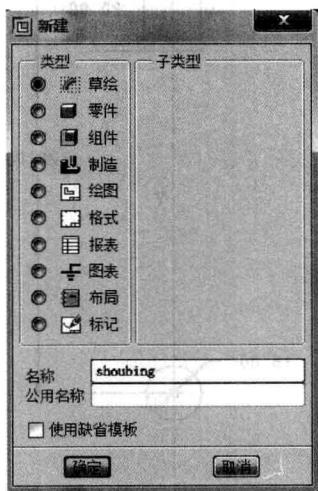

图 1-24 新建草绘
- ① 选择【文件】→【新建】命令，选择【草绘】类型，输入名称为“shoubing”，单击【确定】按钮，如图 1-24 所示。